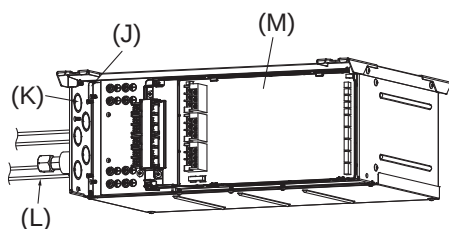

Fig. 8-7
- Para dividir los cableados de cada bloque de terminales en dos derivaciones fuera de la Caja de derivación, utilice los conductos de cableado de dos derivaciones (N). (Fig. 8-7)